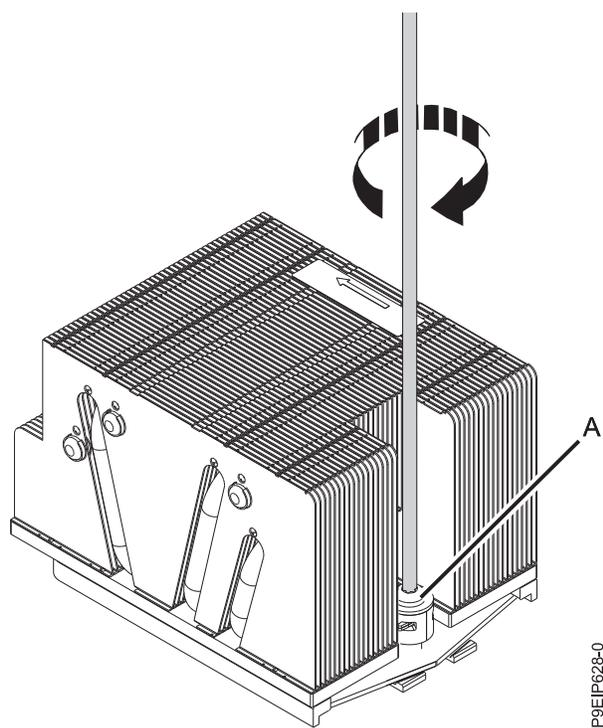

Figura 96. Apretar el tornillo del brazo de carga
10. Apriete el tornillo del brazo de carga (A) con un destornillador de estrella número 3, como se muestra en la Figura 96.